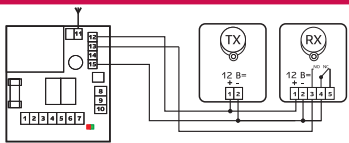

Рис. 6 — Подключение ИК-барьера
- ИК-барьер с контактами NO или NC (см. рис. 6);